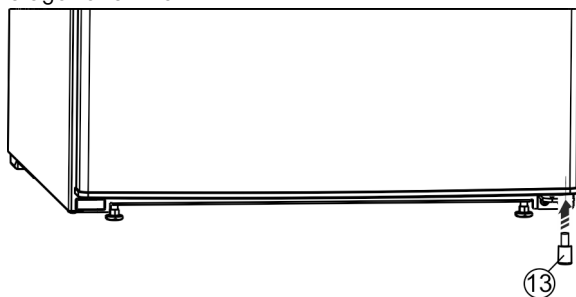

Fig. 27*
- Afstandsdel Fig. 27 (13) anbringes igen nederst til højre i døren, da dette er vigtigt af hensyn til skabets stabilitet.*